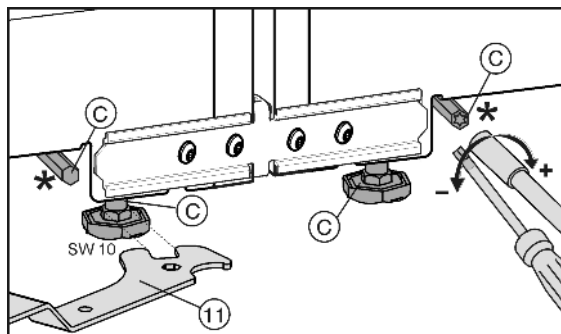

Fig. 8
Picioarele de sprijin anterioare pot fi reglate cu cheia fixă Fig. 8 (11) livrată, iar picioarele de sprijin posterioare* cu o șurubelniță Torx® 25.